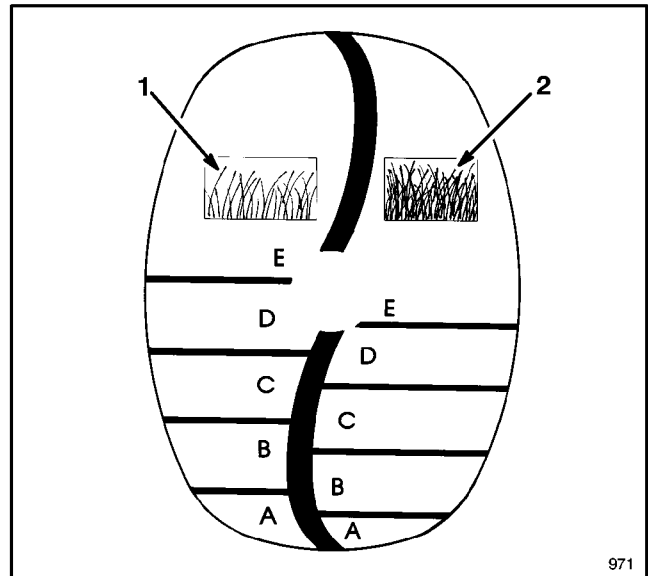

Abbildung 14
1. Vor dem Anlassen des Motors und dem Beginn des Mähens, den Mäher auf die zu mähende Grasfläche schieben. Bleiben Sie stehen, wenn die Buchstaben auf dem SmartWheel-Schild auf dem linken Hinterrad aufrecht stehen (Abb. 14).
2. Anhand der farbcodierten SmartWheel-Skala (Abb. 14) die Länge der Grashalme mit den Buchstaben auf dem Rad vergleichen. Die mit der Grashöhe übereinstimmende bzw. der entsprechende Buchstabe gibt die jeweils korrekte Schnitthöhe an.
SmartWheel®, exklusiv von Toro, bietet eine einfache Methode zur Bestimmung der richtigen Schnitthöhe. SmartWheel ist mit zwei Skalen — SPARSE/NORMAL (LICHT/NORMAL) and LUSH (ÜPPIG)— zur Einstellung der optimalen Schnitthöhe unter allen Mähbedingungen (Abb.14). In der warmen Sommersaison sollte die Einstellung SPARSE/NORMAL für die meisten Mäharbeiten gewählt werden. Die Skala LUSH eignet sich für dickes, feuchtes, üppig wachsendes Gras, wie es meistens im Frühjahr vorkommt.